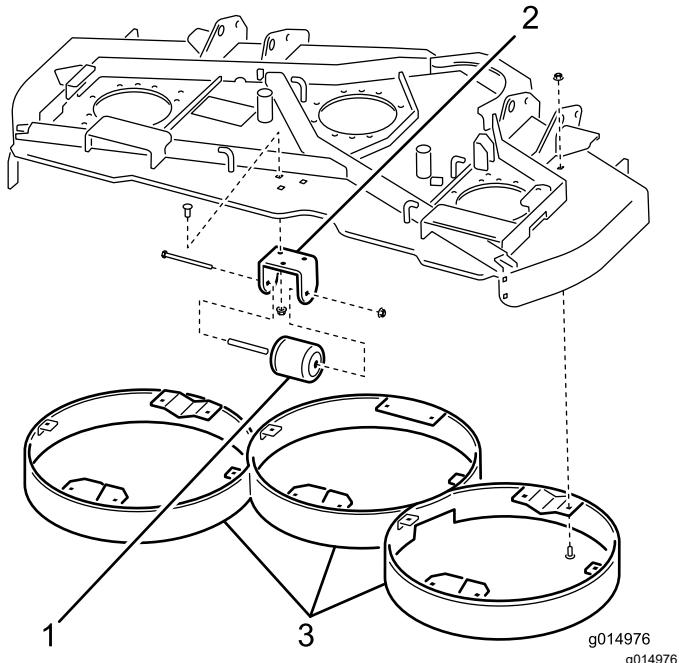

Figura 1
3. Retire la tuerca, el perno y el espaciador que sujetan el rodillo de la carcasa al soporte de montaje, y retire el rodillo de la carcasa (Figura 1).
4. Retire los pernos de cuello cuadrado y las tuercas que sujetan el soporte del rodillo a la cara inferior de la carcasa del cortacésped, y retire el soporte de montaje del rodillo (Figura 1).
5. Retire los pernos de cuello cuadrado y las tuercas con arandela prensada que sujetan los deflectores central, derecho e izquierdo a la cara inferior de la carcasa de corte, y retire los deflectores (Figura 1).